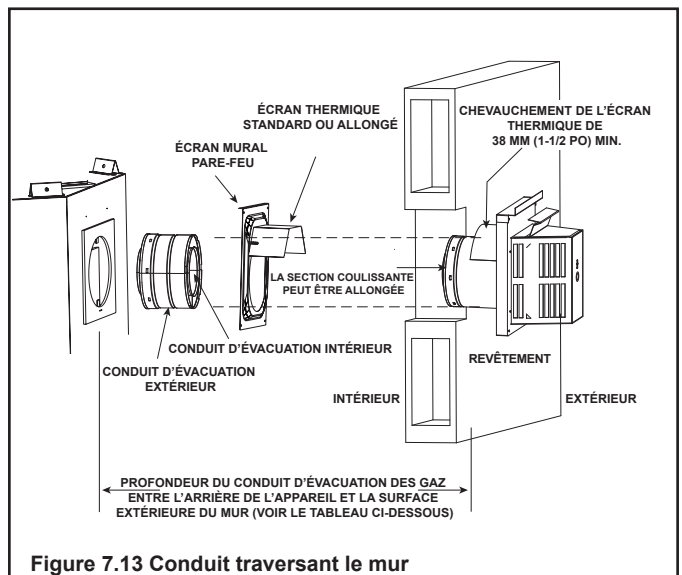

Figure 7.13 Conduit traversant le mur
- **NE PAS** enlever les écrans thermiques fixés à l'écran mural pare-feu et au chapeau de l'extrémité horizontale (montré à la figure 7.13).
L'écran thermique est en deux parties. L'une des parties a été fixée à l'écran mural pare-feu lors de la fabrication. L'autre partie a été fixée au chapeau de l'extrémité lors de la fabrication. Voir la figure 7.13.